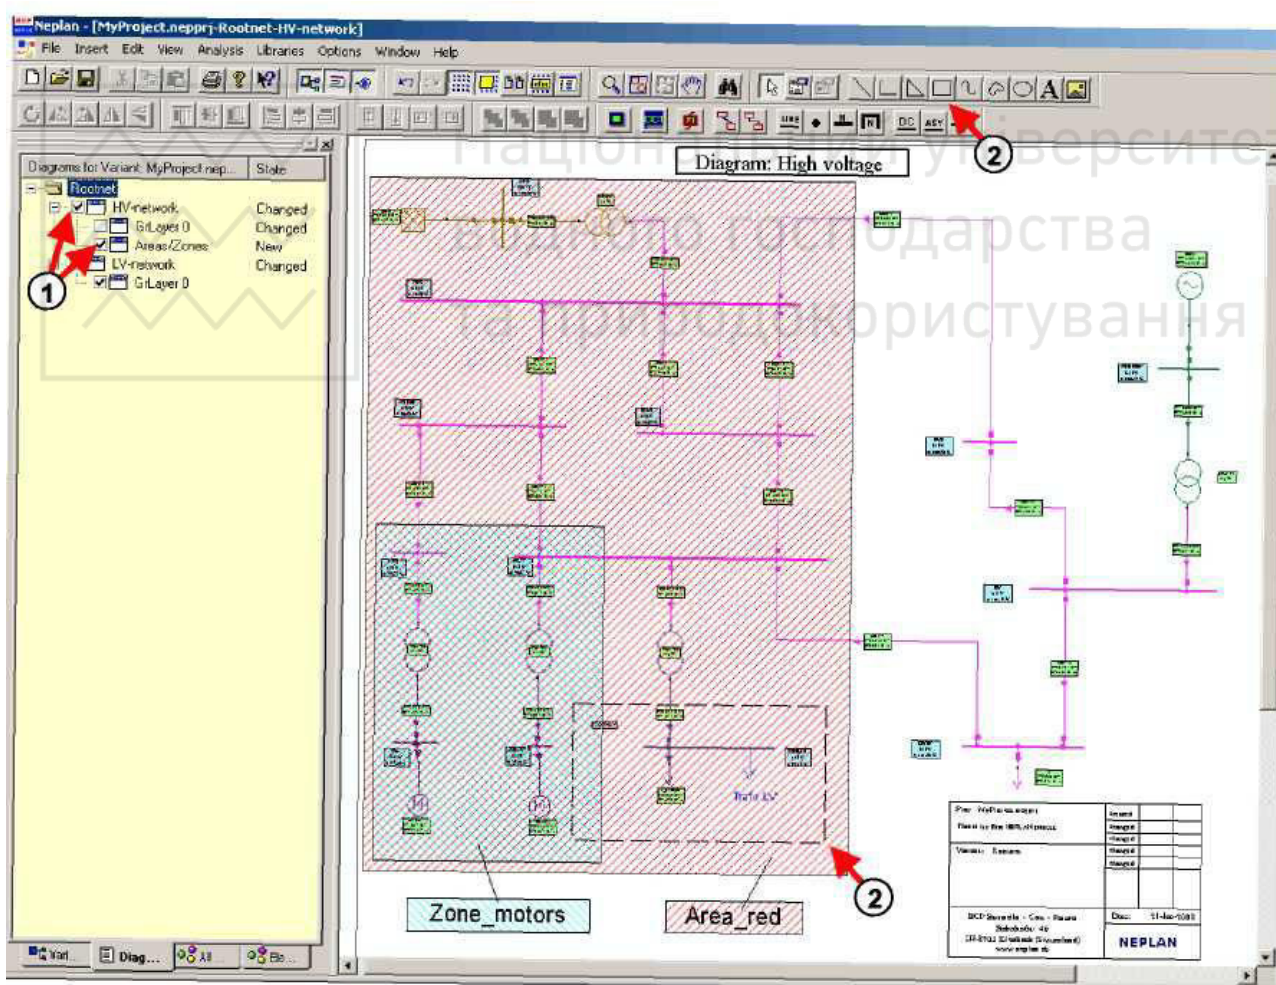

Рисунок 5.5 – Виділення області графічного рівня «*Areas/Zones*» схеми «*HV-Network*»
Активація нового графічного рівня *Areas/Zones* на схемі *HV-Network* здійснюється встановленням галочки навпроти графічного рівня, або натисканням правої клавіші миші на рівні та вибором *Set to Active Layer* в меню, що з'явилося (цифра 1, рис. 5.5).
Далі необхідно виділити область для району та зони, використовуючи графічні засоби панелі інструментів (цифра 2, рис. 5.5).
4. Виділити області для району та зони, використовуючи графічні засоби панелі інструментів, як показано на рис. 5.5. Тоді двічі натиснути лівою клавшею миші на виділеній області. У діалоговому вікні *Graphic Properties*, що з'явилося, вибрати вкладку *Fill*, у полі *Foreground Color* вибрати червоний колір, у полі *Hatch* вибрати пункт *Downward Diagonal* та натиснути кнопку *Ok*. Після цього двічі натиснути лівою клавшею миші на виділеній зоні. У діалоговому вікні *Graphic Properties*, що з'явилося, вибрати вкладку *Fill*, у полі *Foreground Color* вибрати бірюзовий колір, у полі *Hatch* вибрати пункт *Diagonal Crosshatch* та натиснути кнопку *Ok*.